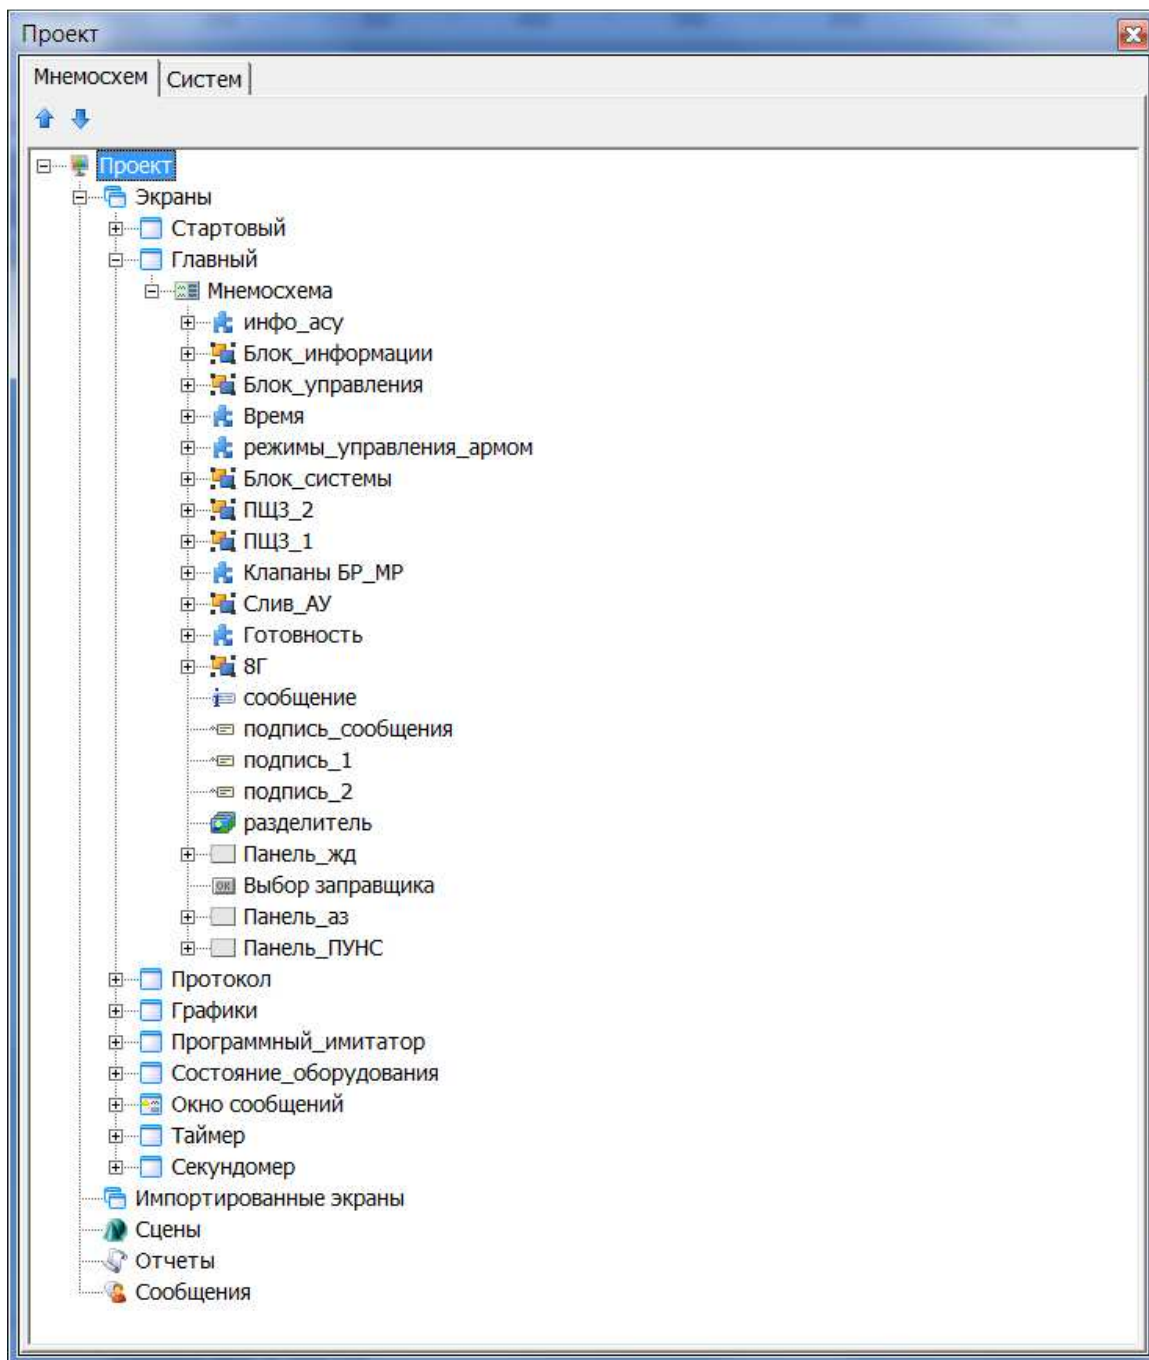

Рис. 3.2.38 – Окно «Проект», вкладка «Мнемосхем»
- вкладка «Мнемосхем» (рис. 3.2.38), содержащая дерево объектов проекта мнемосхем:
Узел дерева проекта мнемосхем «Экраны» содержит информацию обо всех экранах и графических элементах каждого экрана, входящего в проект мнемосхем (см. рис. 3.2.38).